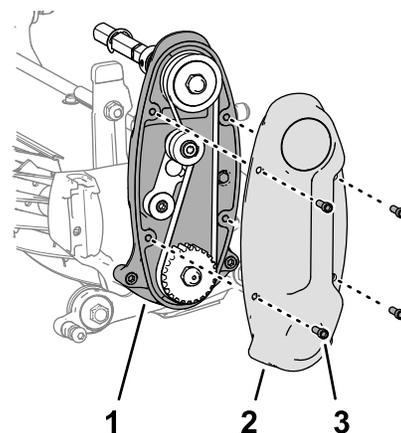

Figure 18
5. Fixez le couvercle sur le boîtier de l'entraînement du cylindre (Figure 18) à l'aide des 4 vis à tête creuse (1/4" x 3/4").